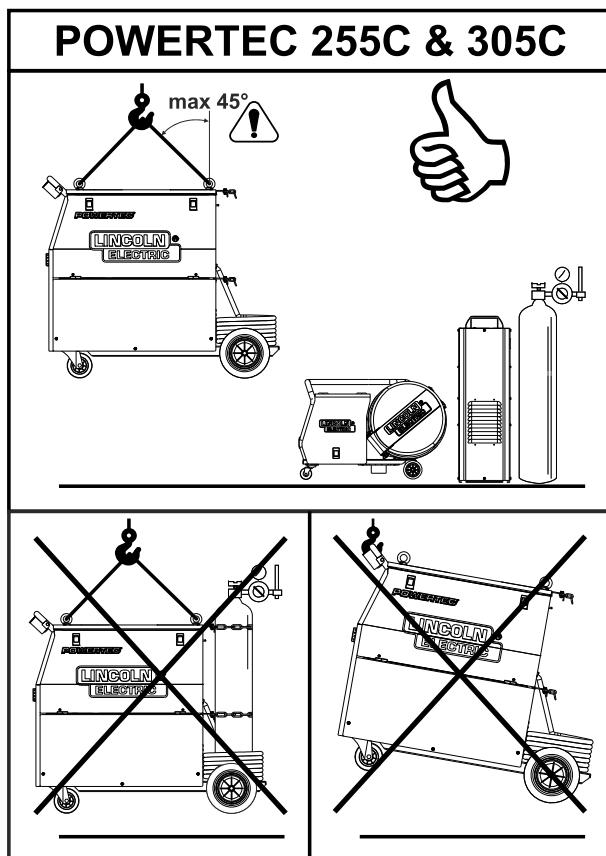

Figura 21
Para transportar e elevar em segurança a POWERTEC® 255C e 305C (ver Figura 21):
- Aplicar os olhais e distribuir a carga, axialmente, num ângulo de 45 graus, de acordo com a Figura 21.